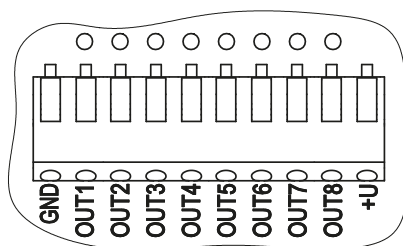

Abb. 6: Ausgänge
- ⑤ Federklemme 9-polig (siehe Abb. 3 und Abb. 6)